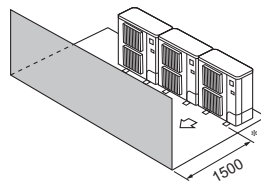

Fig. 3-13
- ③ Alleen obstakels aan de voorzijde (Fig. 3-13)